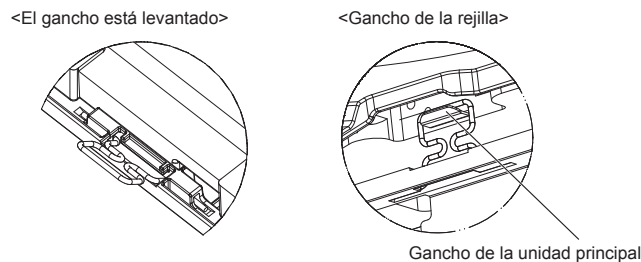

Fig. 10-5
- Alinee los orificios de los tornillos en las esquinas de la rejilla con los orificios correspondientes en las esquinas de la unidad principal, sujete los dos ganchos de la rejilla en los resaltes del depósito de drenaje de la unidad principal, y cuelgue provisionalmente la rejilla. (Fig. 10-5)
- Después de apretar el tornillo, confirme que los dos ganchos de la rejilla (Fig. 10-5) estén sujetos en los ganchos de la unidad principal.